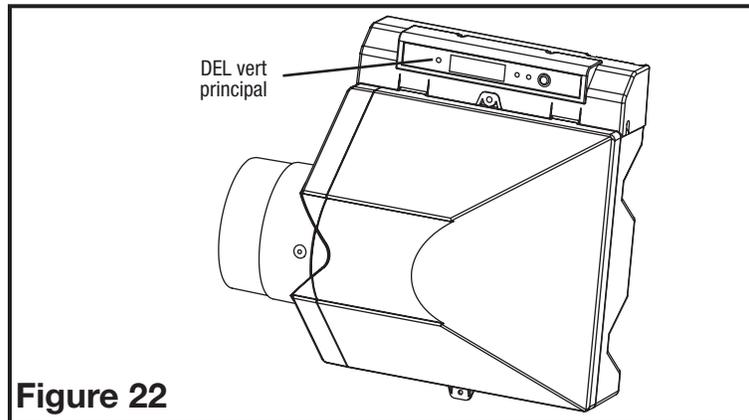

Figure 22
2. Branchez le transformateur de 24 volts dans une source de courant de 120 volts constante (une prise de courant qui ne peut pas être fermée par un interrupteur mural). Ouvrez l'humidificateur en appuyant sur le bouton d'INTERRUPTEUR rouge principal - Lorsque l'appareil est sous tension, le DEL vert principal sur la console supérieure de l'humidistat numérique s'ALLUMERA (**Figure 22**).